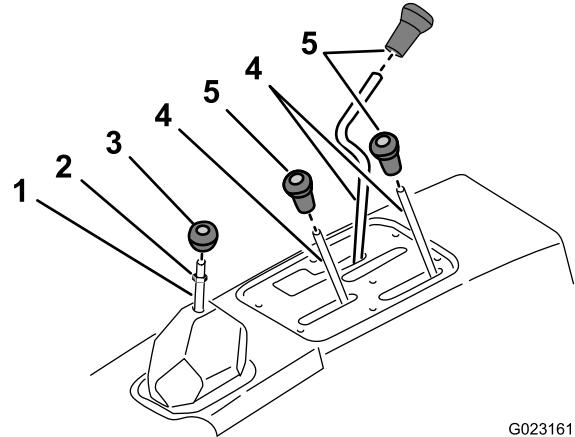

図 6
- コンソールについている各種レバーおよびギアシフトレバーについているノブを全部外す図6
- ギアシフトレバーからジャムナットを外す図6。